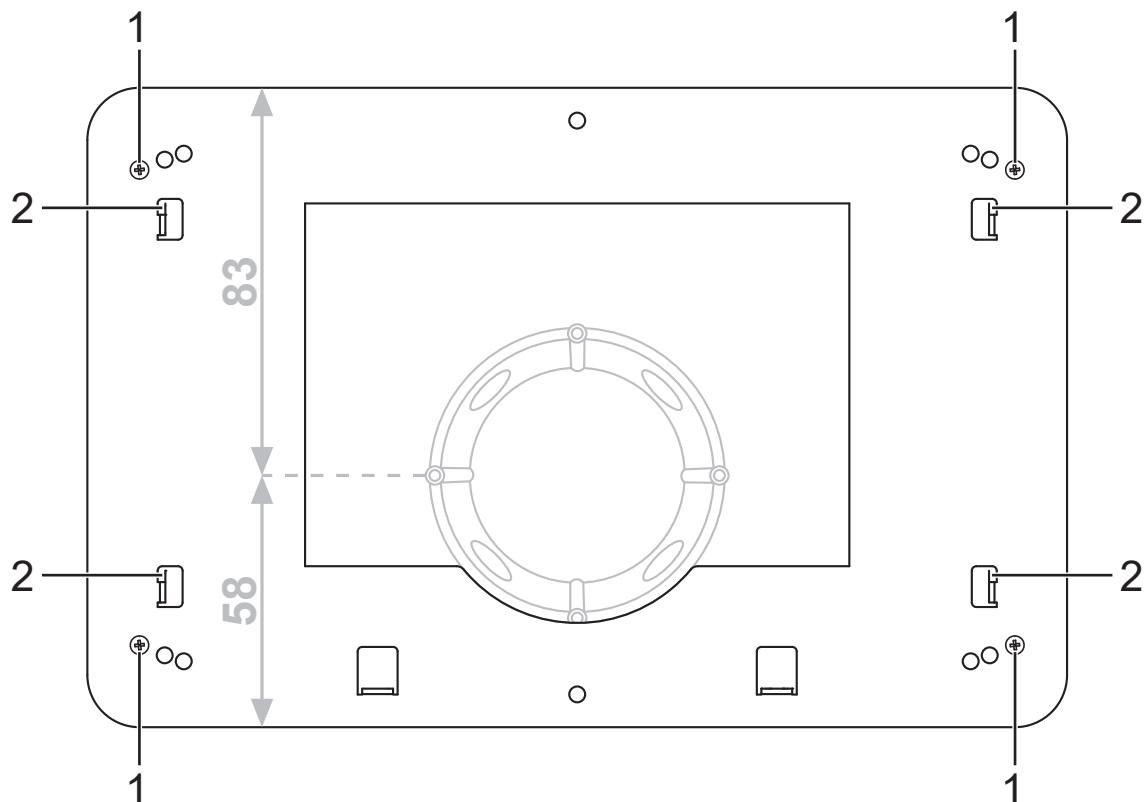
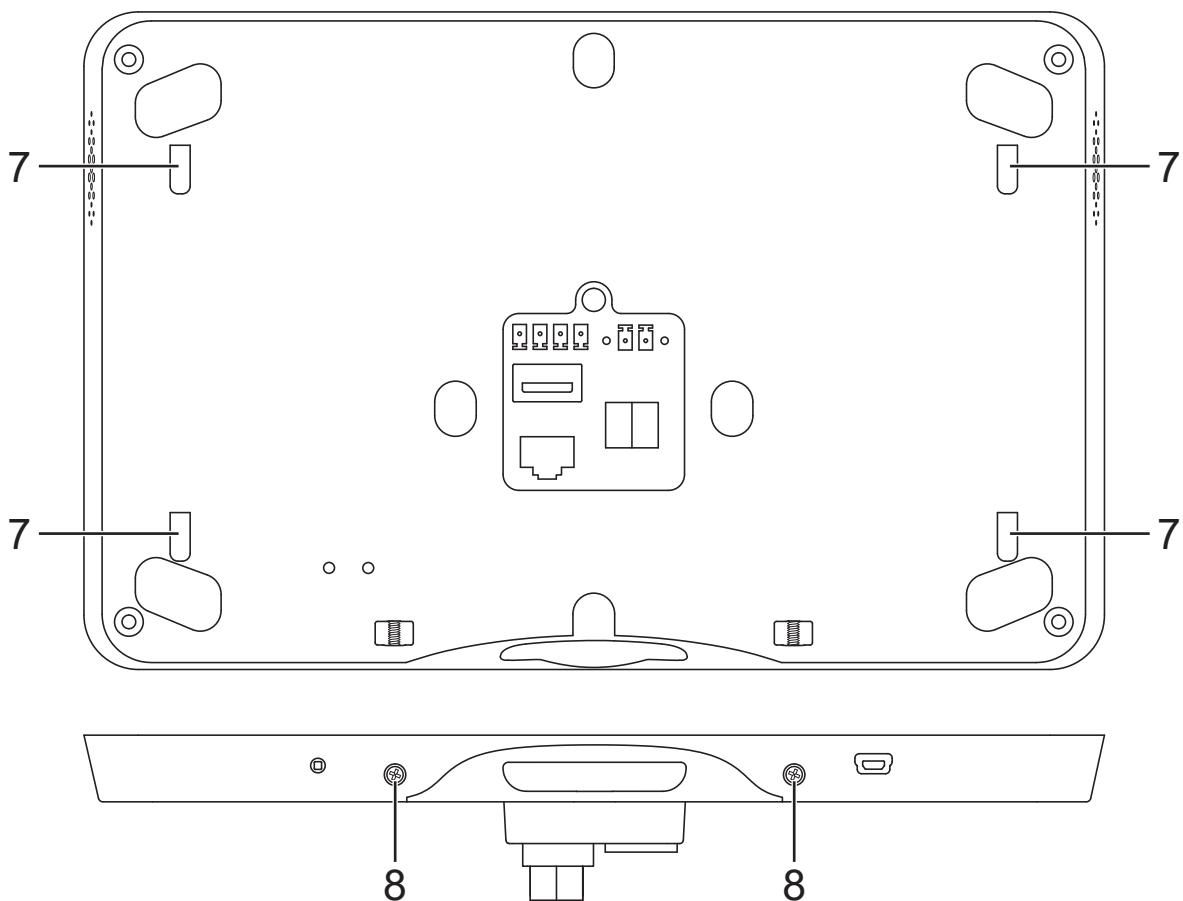

Рис.2: Монтаж адаптера
Рис. 4: Установка Smart Panel
- Установите адаптер с помощью четырех стопорных винтов (1) на корпусе для встраивания. (рис. 2)
- Зацепите отверстия (7) на Smart Panel за крепежные элементы (2) на адаптере. (рис. 2 и рис. 4)
- Закрепите нижнюю сторону Smart Panel при помощи двух стопорных винтов (8) на адаптере. (рис. 4)